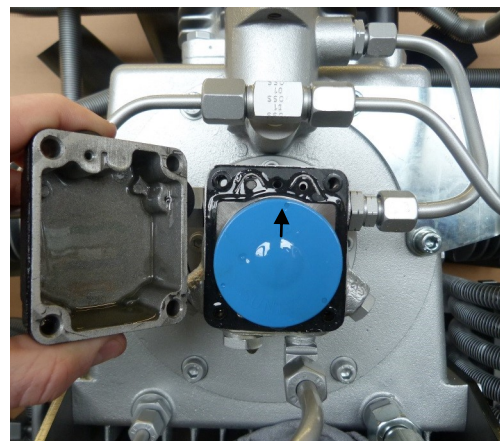

Abb. 2 - Einbaulage Ölsieb
- Anschließend darauf achten, dass der Pfeil (siehe Abb. 2) des neuen Ölsiebs nach oben zeigt.